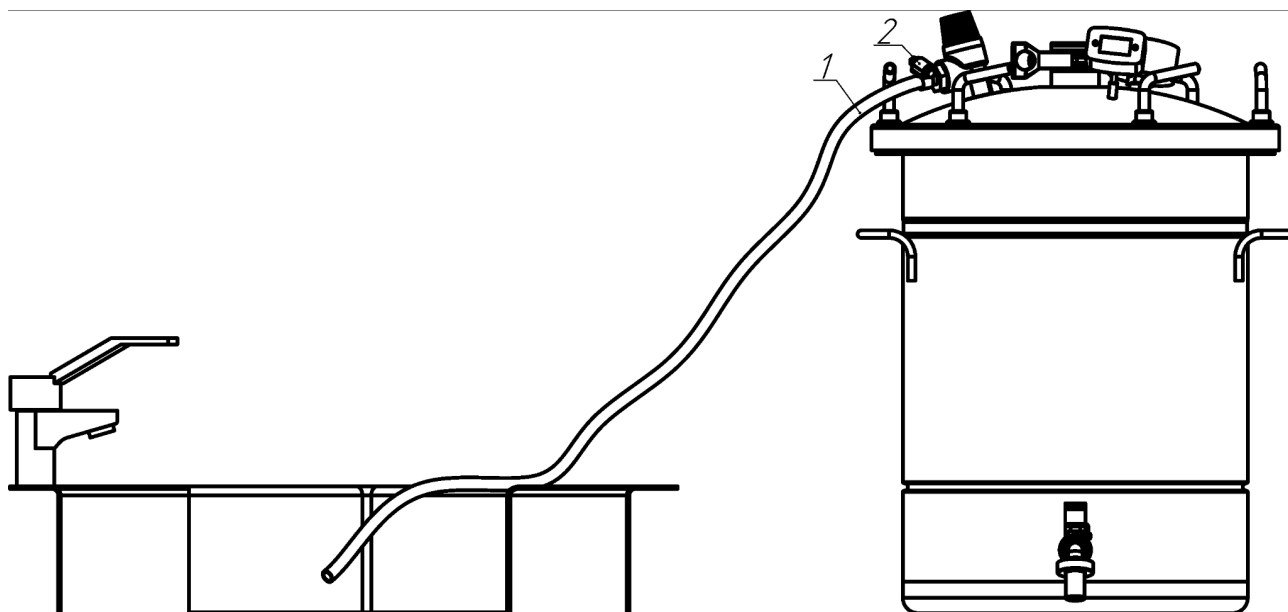

Рисунок 2 - Установка шланга для для выхода избыточного давления (горячего пара) из автоклава
- установить в верхнюю часть бака силиконовую прокладку (6);
- накрыть автоклав крышкой (5) и плотно зафиксировать её с помощью винтов (16) (6 шт.);
- на штуцере «ёлочка» клапана сброса избыточного давления (11) с помощью хомута зафиксировать шланг;
- с помощью шланга соединить штуцер с термостойкой емкостью (кухонная раковина, иные металлические ёмкости, термостойкий пластик и т.п.) (Рисунок 2).